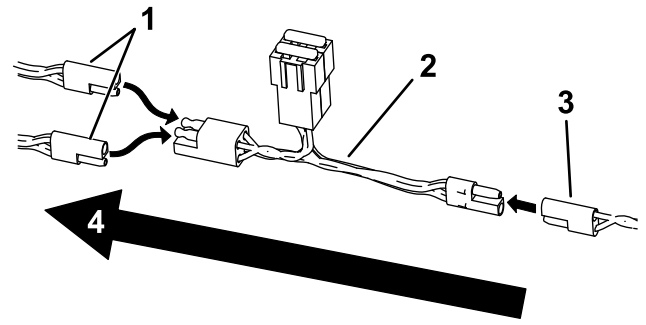

Figura 8
- Conecte el extremo con 1 conector del Y al arnés de cables del accesorio conectado (Figura 8).
- Conecte el arnés de cables del conector y el arnés de cables del otro accesorio al extremo de 2 conectores del adaptador Y (Figura 8).